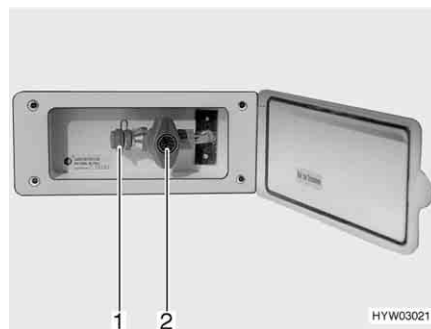

Fig. 72 Presa gas esterna (rubinetto di arresto del gas chiuso)
La presa gas esterna (Fig. 72) si trova, a seconda del modello, nella parte posteriore o sul lato destro o sinistro del veicolo.
- Collegare l'apparecchio a gas esterno all'attacco (Fig. 72,1).
- Aprire il rubinetto di arresto del gas (Fig. 72,2).